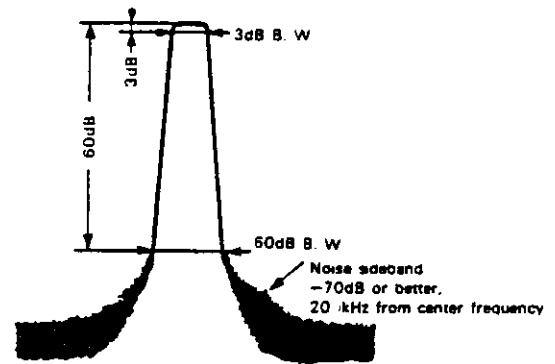

図 3-10 振幅の異なる信号の分離能力の限界
- (5) 振幅が異なり、周波数が近接している信号を分離する能力は、IFバンド幅選択度の他にノイズ・サイドバンドがあります。これは図3-10に示すように、IFフィルタの“すそ”の部分(スカートともいう)に現われるノイズで、これによって振幅の異なる信号を観察するときの分解能を制限します。本器のノイズ・サイドバンドは、キャリアから20kHz離れた所で-70dB以下(IFバンド幅1kHz、ビデオ・フィルタONにて)です。
- (6) IFフィルタの“すそ”の部分や底辺部の分解能を上げて信号を見たい場合は、**VIDEO FILTER**スイッチを使用します。ビデオ・フィルタは、CRTを駆動する回路にIFバンド幅の $\frac{1}{30}$ のLPF(Low-pass filter)をいれることによって、ノイズを平均化しています。これによって、SN比が約10dB改善されます。またノイズ・レベルは、IFバンド幅の設定によって次のように変化します。